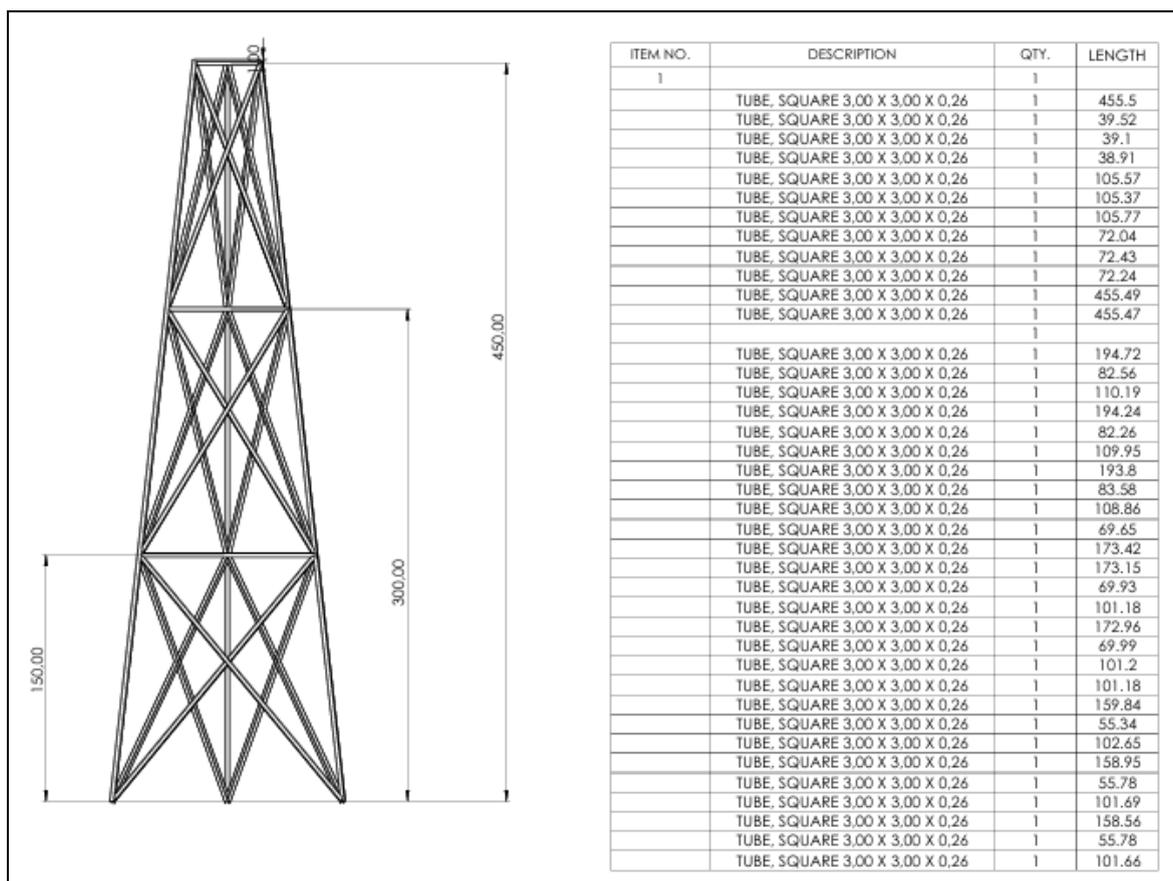

Figure 5 : Plan 2D du support de charge
3.4. Structure porteuse de charge (voir Figure 5)
- **Découpe** : Découper suivant la figure 5 à la scie à métaux ou scie circulaire.